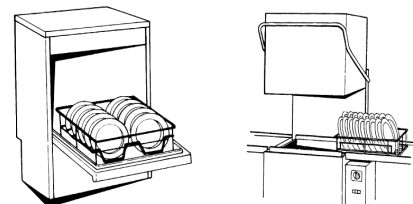

Fig.25
- 4- Inserire il cesto delle stoviglie come nella figura. Per modelli sottotavolo caricare la macchina frontalmente. Per i modelli a Capot caricare la macchina frontalmente o lateralmente (se necessario girare il supporto cesto). (Fig. 25)